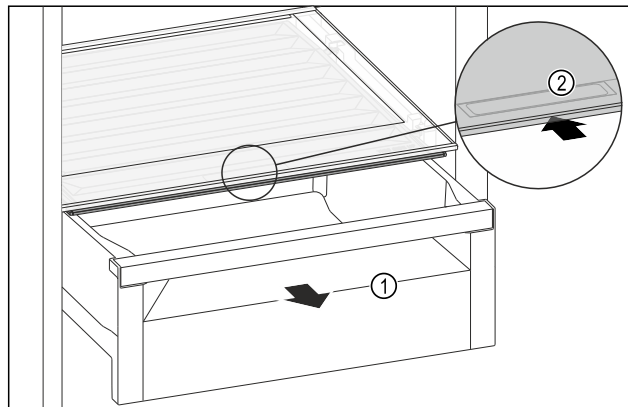

Fig. 113
- Estrarre il cassetto Fig. 113 (1).
- Afferrare la maniglia incassata Fig. 113 (2) sul coperchio dello scomparto e spingere allo stesso tempo all'indietro il coperchio dello scomparto.